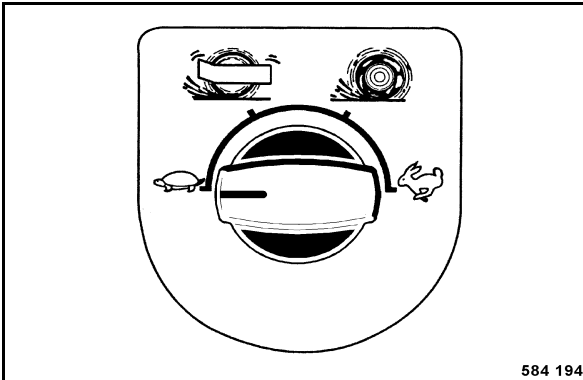

fig. 93
- Présélection de la vitesse de travail (fig. 93).